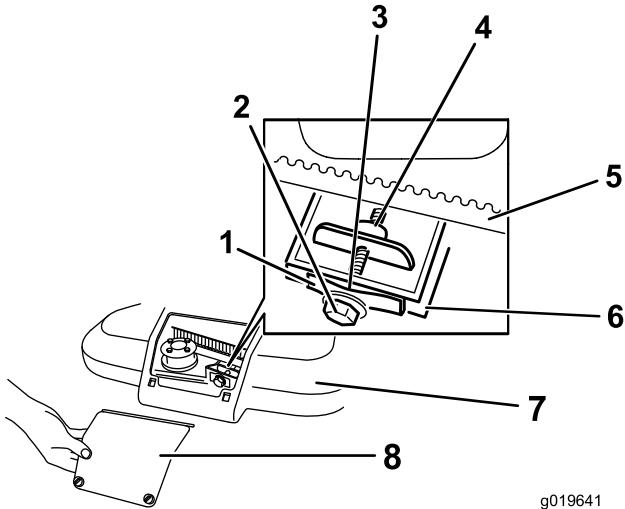

Figure 39
- Desserrez les 2 vis qui se trouvent sur le panneau du couvercle de courroie, et déposez le panneau (Figure 39).
- Tenez une jauge d'épaisseur de 0,26 mm, un morceau de papier, ou une petite carte contre la paroi et faites-le(la) glisser derrière le ressort de tension de courroie (Figure 39).
Remarque: S'il y a un espace visible entre la jauge et le ressort, serrez le boulon et l'écrou de réglage jusqu'à ce que le papier puisse juste passer dans l'espace (Figure 39).